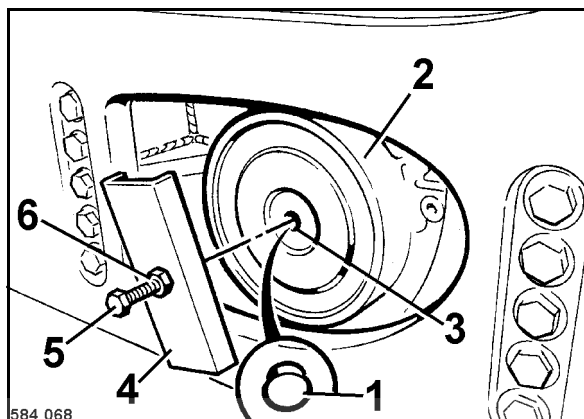

fig. 65
- Dévisser le bouchon fileté 1 (fig. 65) pour desserrer le frein du moteur de bandage \*.
- Placer le fer en U (5) sur le carter de frein (2) et visser la vis (4) jusqu'à butée dans le taraudage (3).
- Visser l'écrou (6) et serrer d'env. un tour. Le bandage doit tourner librement.